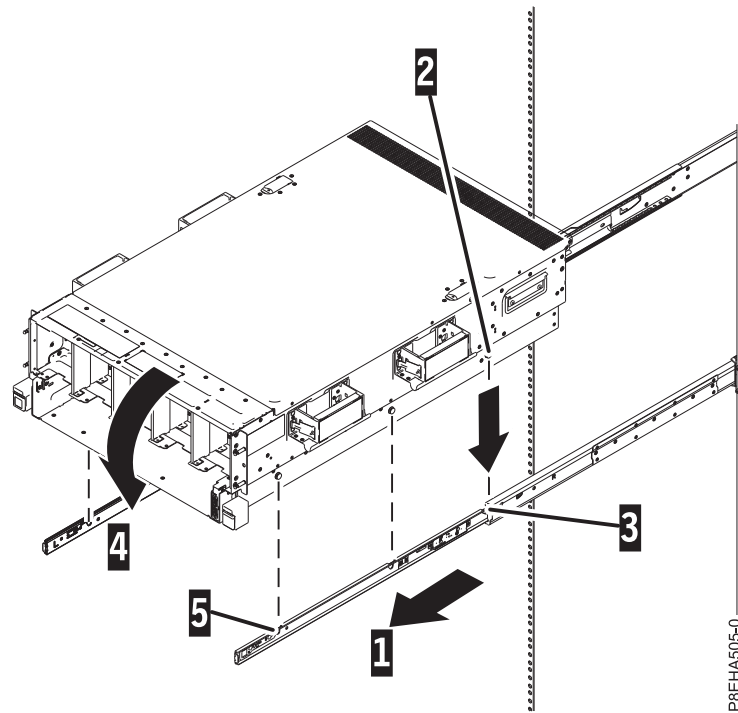

Figura 12. Instalación del chasis en el hardware de montaje
1. Extienda el hardware de montaje (1), tal como se muestra en la Figura 12 en la página 13.
4. Incline la parte frontal del sistema hacia arriba de forma que las patillas posteriores del chasis (2) se inserten en los orificios posteriores del hardware de montaje (3), tal como se muestra en la Figura 12.
5. Incline la parte frontal del sistema hacia abajo de forma que las patillas del chasis queden insertadas en la parte frontal (4 y 5) y en los orificios del medio del hardware de montaje, tal como se muestra en la Figura 12.